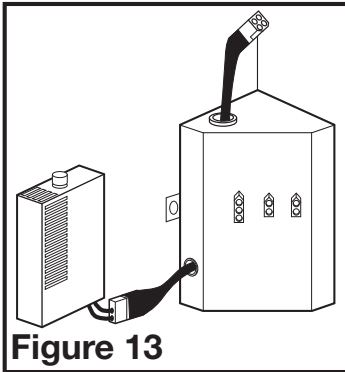

Figure 13
- MODÈLES AVEC DÉTECTION D'HUMIDITÉ:** branchez les câbles à 2 broches du ventilateur et les câbles à 3 broches de connexion rapide du moteur dans la prise correspondante située sur le couvercle du compartiment de fil. Connectez le connecteur à deux broches du compartiment de l'hygrostat au connecteur à deux broches du côté du couvercle du logement de fil. Ces câbles ne s'adaptent que dans un sens dans les réceptacles (Figure 13).